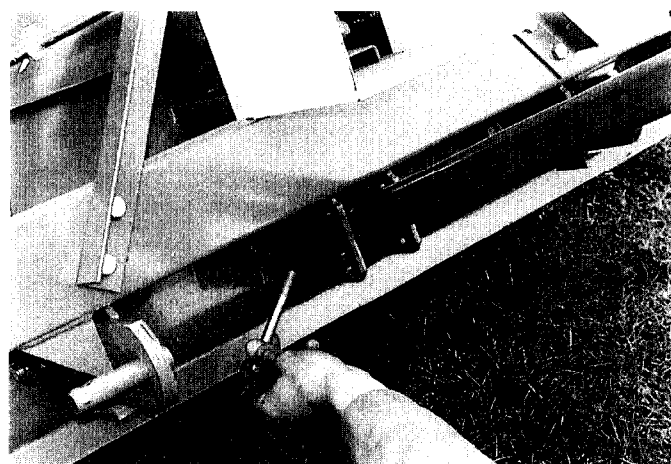

fig. 27
- Fjern fastgøringsskrue foran (SW 17) (Fig.27),